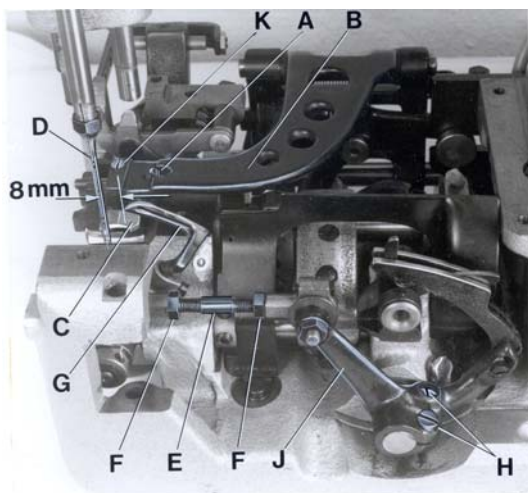
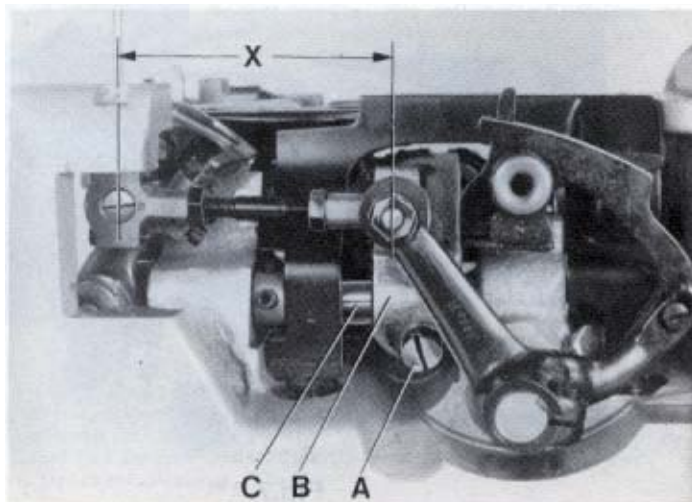
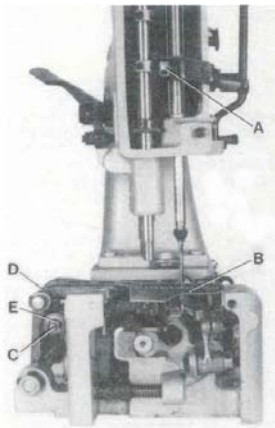

Fig. 3
Fig.4
Fig.6
Remove the presser foot, throat plate and feed dog and on styles 80800H and HA also the needle guard for convenient access to the machine. On styles 80800C, D and E loosen the screw (A, Fig. 3) in the feed bar (B) and push the feed bar needle guard (C) to the rear to avoid its contacting the needle (D).
For the two thread double locked stitch styles 80800C, E, H and HA, set the looper connecting rod (E) so the distance (X, Fig. 4) between the center lines of the two ball joints is 69.8 mm (2 3/4"). The dimension (X, Fig. 4) should be 68.3 mm (2 11/16) on the single thread chain stitch style 80800D. For adjustment loosen the two nuts (F, Fig. 3) and turn connecting rod (E) forward or backward as required to obtain specified dimension, retighten nuts (F).
Rotate the machine pulley in operating direction so that the looper moves from right to left. The looper point should pass as close as possible to the back of the needle without contacting 0.08 to 0.13 mm (.003 to .005") clearance. For adjustment loosen screws (A, Fig. 4) in the looper eccentric fork (B) and turn looper rocker shaft (C) on the looper rocker forward or backward as required. Retighten screw (A).
Quite el pie prensa tela, la placa de la aguja y el diente de arrastre y en las máquinas 80800H y HA también el guarda aguja para tener mejor acceso a la máquina. En los estilos 80800C, D y E suelte el tornillo (A, Fig.3) en la barra de alimentación B y mueva el guarda aguja (C) en la barra de alimentación hacia atrás para evitar que tenga contacto con la aguja (D).
Para las máquinas de dos hilos como 80800C, E, H y HA ajuste la barra del looper (E) para que la distancia (X, Fig. 4) entre los centros de las juntas tenga una distancia de 69,8 mm (2 3/4"). Esta distancia (X, Fig. 4) debería ser 68,3 mm (2 11/16) en las máquinas de un solo hilo 80800D. Para ajustarlo suelte las dos tuercas (F, Fig. 3) y gire la barra (E) hacia adelante o hacia atrás para conseguir la distancia requerida. Apriete nuevamente las tuercas (F).
Gire el volante en sentido de operación para que el looper se mueva desde la derecha hacia la izquierda. La punta del looper debería pasar muy cerca detrás de la aguja sin tocarla – distancia 0.08 a 0,13 mm (.003 a .005"). Para lograr este ajuste debería soltar el tornillo (A, Fig. 4) en la horquilla excéntrica (B) del looper y girar el eje del looper (C) hacia adelante o hacia atrás. Apriete el tornillo (A) otra vez.
Remove the face cover on machine arm. Rotate machine pulley in operating direction until the looper point, moving to the left, projects 1 to 1.5 mm (.040" to .060") left of the needle (see Fig. 5). Lower edge of looper and upper edge of needle eye must be flush in this position. If adjustment is necessary, loosen clamp screw (A, Fig. 6) in the needle bar connection and move the needle bar up or down, as required. Retighten screw (A) and remount face cover.
At highest point of feed dog travel, the feed dog (B, Fig. 6) should be set so, that the rear teeth project their full depth above the throat plate surface. For setting remove the feed dog and adjust the supporting screw (K, Fig. 3) on the top of the feed bar to the required height. Remount the feed dog, and on styles 80800H and HA also the needle guard.
On styles 80800C, D and E stud (C, Fig. 6) for changing the stitch length is accessible from the outside. On styles 80800H and HA the housing for the tape cutter and the rear cloth plate have to be removed for changing the stitch length.
The length of the stitch can be adjusted by raising or lowering the stud (C, Fig. 6) in the segment slot of the feed rocker (D). Lowering stud (C) will lengthen the stitch. After loosening nut (E), stud (C) can be moved accordingly. When the desired stitch length is obtained, retighten nut (E). Remount housing for cutter and rear cloth plate on styles 80800H and HA.
The needle guard (C, Fig. 3) has to be set so, that it just contacts the needle at its most forward point of travel, without deflecting it. On styles 80800C, D and E loosen screw (A, Fig. 3) in the feed bar (B) and adjust the needle guard (C) accordingly. Retighten screw (A). On styles 80800H and HA loosen the feed dog fastening screw and move the needle guard accordingly. Retighten screw and make sure that the feed dog rests on the supporting screw in the feed bar.
El largo de la puntada se ajusta moviendo el perno (C, Fig. 6) en la ranura del eje oscilante (D). Bajando el perno (C) pone la puntada mas larga y subiéndolo la pone mas corta. Después de aflojar la tuerca (E), el perno (C) se deja mover. Cuando se logra el largo de la puntada deseado, hay que apretar la tuerca (E) otra vez. Vuelva a montar la chumacera para el cortador de cinta y la plancha de costura en los estilos 80800H y HA.
Hay que ajustar el guarda aguja (C, Fig. 3) para que toque en su movimiento hacia delante la aguja pero no la desvíe. En los estilos 80800C, D y E suelte el tornillo (A, Fig. 3) en el soporte del transportador (B) y ajuste el guarda aguja (C). Apriete el tornillo (A) nuevamente. En los estilos 80800H y HA suelte el tornillo que fija el alimentador y mueva el guarda aguja. Apriete el tornillo otra vez y asegúrese que el alimentador reposa en el tornillo de soporte de la barra de la alimentación.
Remueva la tapa frontal en el brazo de la maquina. Gire el volante de la maquina en sentido de operación hasta que la punta del looper pase 1 a 1,5 mm (.040" a .060") la aguja (vea Fig. 5). En esta posición el borde inferior del looper tiene que encontrarse en el limite superior del ojo de la aguja. Si se requiere ajuste, suelte el tornillo (A, Fig. 6) en la conexión de la barra de la aguja y mueva la barra hacia arriba o hacia abajo como requerido. Apriete el tornillo (A) y ponga la tapa frontal otra vez.
En el punto mas alto del recorrido del alimentador, los dientes del alimentador (B, Fig. 6) deberían sobrepasar la placa de la aguja por la altura completa de los dientes. Para lograr este ajuste remueva el alimentador y ajuste el tornillo de soporte (K, Fig. 3) en la parte superior de la barra de la alimentación a la altura requerida. Monte el alimentador otra vez y en los estilos 80800H y HA también el guarda aguja.
En los estilos 80800C, D y E el perno (C Fig. 6) para cambiar el largo de la puntada se accesa desde afuera. En los estilos 80800H y HA se deben remover la chumacera para el cortador de cinta y la plancha de costura trasera para cambiar el largo de la puntada. Remueva la tapa trasera.